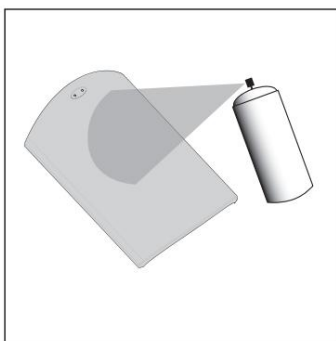

FIGURA 9: Vopsiți grila. Folosiți straturi subțiri de vopsea spray. Nu blocați găurile grilei cu vopsea.
2. Folosind vopsea spray, pulverizați două straturi subțiri de culoare de finisaj [figura 9]. Dacă folosiți un compresor și un pistol de pulverizare, utilizați cea mai fină și difuză setare. Aveți grijă să nu umpleți găurile din grilă cu vopsea.